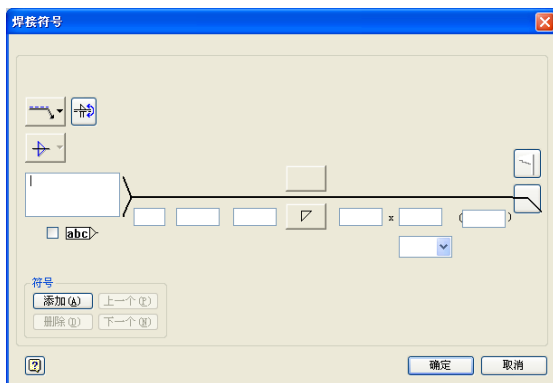

图 5-42 “焊接符号”对话框
(1) 单击【标注】标签栏【符号】面板上的【焊接】工具按钮, 然后在零件上同创建带有指引线的表面粗糙度标注一样, 先创建一条指引线, 然后单击右键, 从打开菜单选择【继续】选项, 则打开【焊接符号】对话框如图 5-42 所示。
(2) 在【方向】框中, 可以设置焊接符号组成部分的方向。其中,